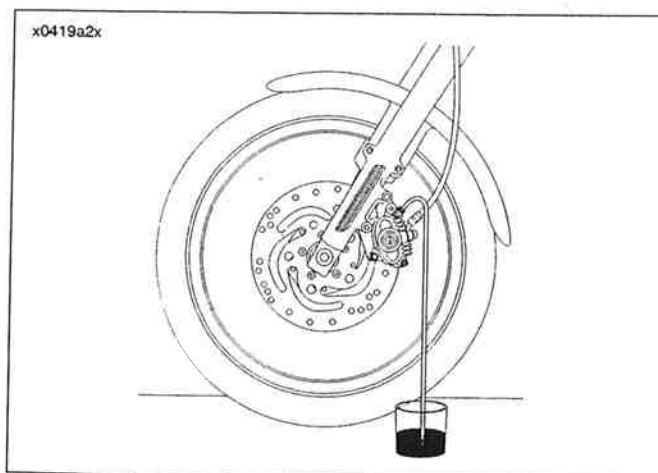

Figura 2-75. Purga del sistema hidráulico
2. Afloje y quite la tuerca de seguridad y la arandela (4) y levante el espejo (2) de la caja de la bomba de frenos.
3. Vea la Figura 2-74. Vea la Figura 2-75. Quite la tapa del racor de purga (2) de la válvula de purga (3) en la mordaza del freno delantero (1). Instale el extremo de un tubo de plástico transparente sobre la válvula de purga de la mordaza (3), mientras coloca el extremo libre en un recipiente apropiado. Abra la válvula de purga 1/2 vuelta. Bombeo con la palanca manual del freno para drenar el líquido de frenos. Cierre la válvula de purga.